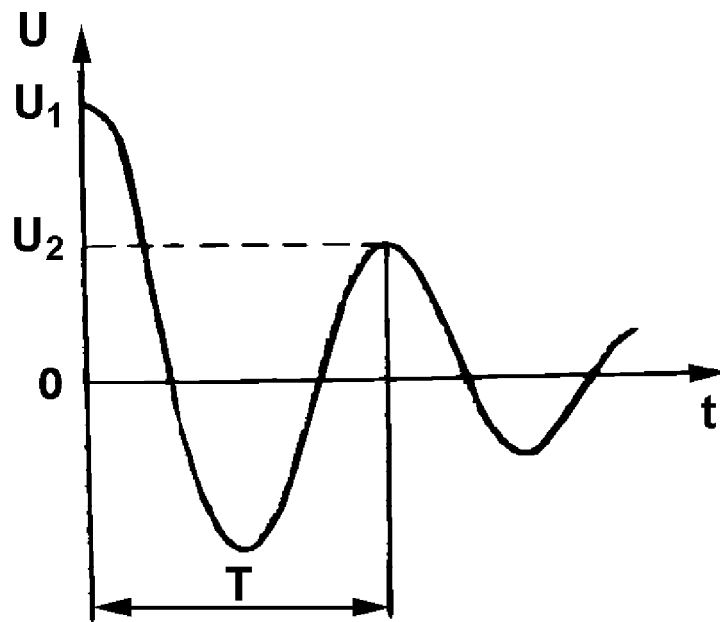

Рис. 3
Зависимость напряжения конденсатора от времени для такого случая показана на рис. 3. Если затухание велико, т.е.  $R^2/4L^2 > 1/LC$  , свободные колебания в контуре не возникают; имеет место так называемый апериодический разряд конденсатора.
2. Манипулируя ручками на передней панели осциллографа, получите устойчивую картину, сходную с рис. 3 и занимающую большую часть экрана. Зарисуйте ее от руки, отразив число максимумов и примерно - их соотношение по высоте.
7. Для каждого из контуров, пользуясь формулой (9) и текстом к ней, вычислите логарифмический декремент затухания  $\lambda$ , коэффициент  $\beta$  и время  $\tau$  - затухания. Оцените погрешности каждой из этих величин.
8. Вычислите добротность **Q** контура (формула (10)).